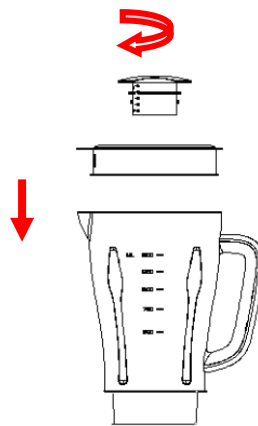

Fig.4
2) Vuelva a colocar el conjunto de la jarra con su abertura hacia arriba. Envuelva el anillo de sellado 1 alrededor del fondo de la tapa y coloque la tapa en el conjunto de la jarra. Coloque la jarra de medida exactamente en la tapa colocando la pequeña proyección en ambos lados de la jarra en las ranuras de la tapa y girando la taza en el sentido de las agujas del reloj hasta que quede apretada. (Ver la Fig.4).